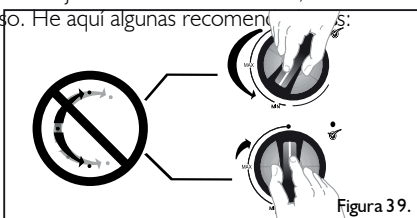

Figura 39.
- No haga fuerza a las perillas más allá del tope de ABIERTO y CERRADO. (Figura 39).